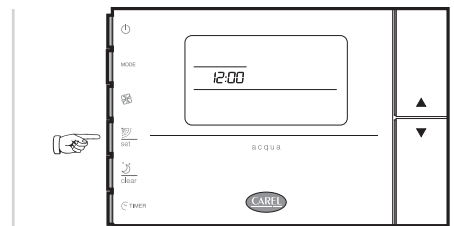

Fig. 2.13
- Confermare premendo il tasto SET (l'orario è acceso fisso, vedi Fig. 2.13).